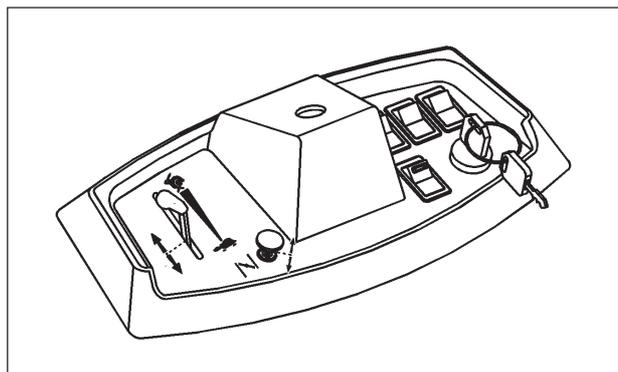

Fig. 17
7. Una vez que el motor ha arrancado, deslice el mando del estrangulador a la posición inferior y regule la velocidad con la palanca del acelerador (Fig. 17).
Cuando el pedal está apretado a fondo, el freno está activado. Lleve luego el acelerador hacia la tortuga (fig. 17).